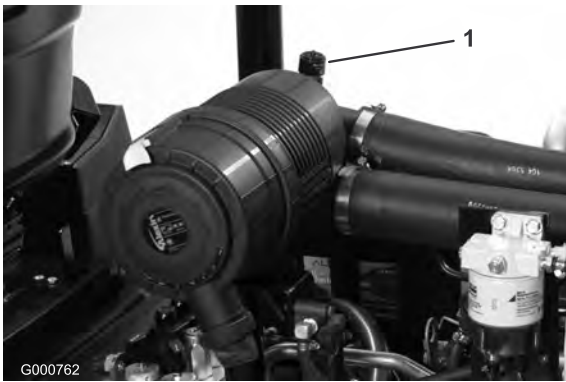

Figura 51
Revise el filtro del limpiador de aire únicamente cuando el indicador de mantenimiento (Figura 51) lo requiera. El cambiar el filtro antes de que sea necesario sólo aumenta la posibilidad de que entre suciedad en el motor al retirar el filtro.
6. Reinicie el indicador (Figura 51) si se ve rojo.